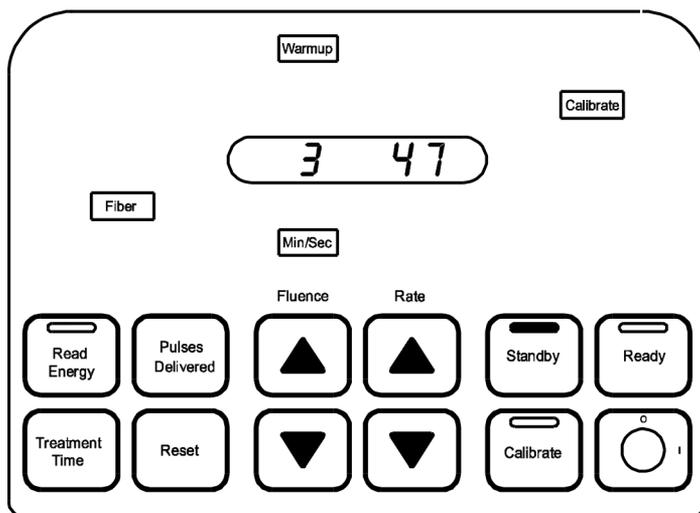

**Figura 2**
3. No final do teste de lâmpada, **Standby** e **Testing** (Teste) acendem (Figura 2). O número da versão de software será exibido após o teste de lâmpadas.